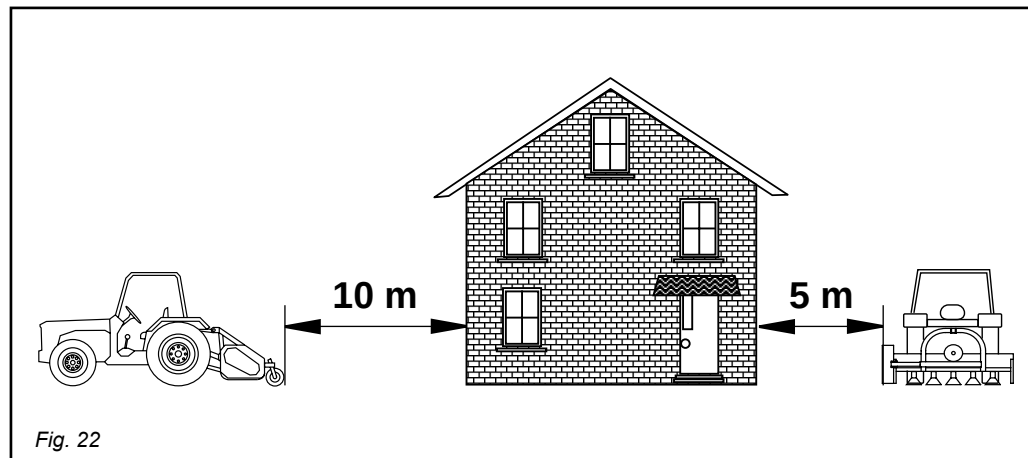

Fig. 22
- Lavorando in prossimità di abitazioni o strade rispettare le distanze di sicurezza (Fig. 22): 5 metri lateralmente, 10 metri posteriormente.
- Overhold sikkerhedsafstandene i forbindelse med arbejde i nærheden af husstande eller veje (Fig. 22): 5 m ved siderne og 10 m bagud.
- Iaktta säkerhetsavstånden när du arbetar i närheten av bostäder eller vägar (Fig. 22): 5 meter i sidled och 10 meter baktill.